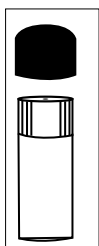

Figure 3A
2. Entfernen Sie die Vinylkappe von der Prüfphiole, um das kleine Leckloch freizulegen, wie in Abbildung 3A unten gezeigt. **ENTFERNEN SIE DIE SCHWARZE KAPPE NICHT VON DER PHIOLE.**